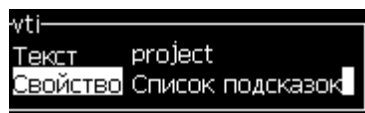

Рисунок 5-28: Атрибут - Подсказка списка
- 4 Нажмите клавишу *Enter* («Ввод») для открытия диалогового окна конфигурации текстовых пользовательских полей (смотрите Рисунок 5-28).